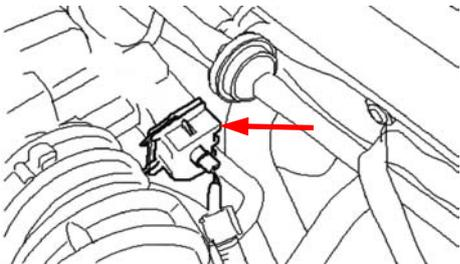

Figure 1
- Débrancher le connecteur du capteur (voir figure 1).